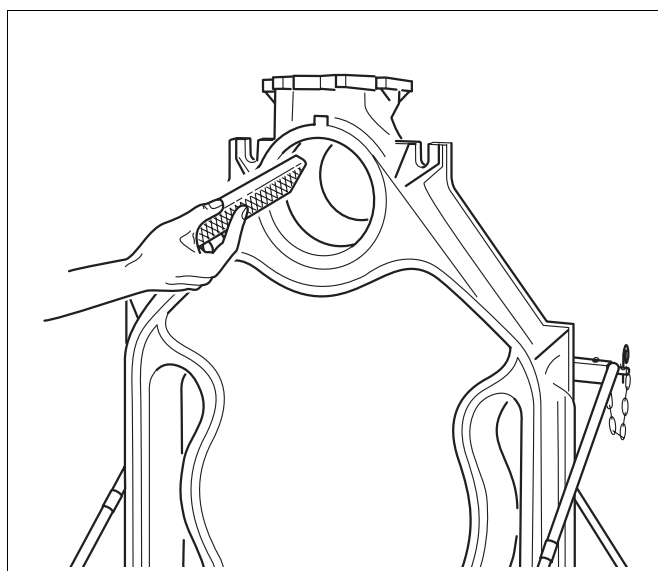

Abb. 12 Grat abfeilen
- Den eventuell an den Naben vorhandenen Grat abfeilen (Abb. 12).
- Den eventuell an den Naben vorhandenen Grat abfeilen (entsprechend Abb. 12, Seite 17).